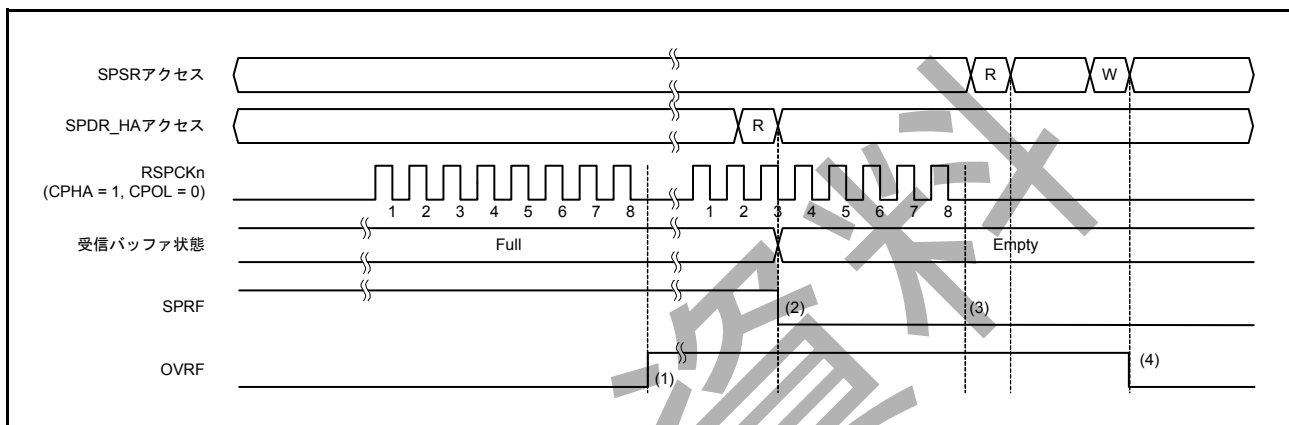

図 33.28 OVRF フラグおよび SPRF フラグの動作例
図 33.28 に、OVRF フラグと SPRF フラグの動作例を示します。図 33.28 に記載した SPSR アクセスと SPDR\_HA アクセスは、それぞれ SPSR、SPDR\_HA レジスタへのアクセス状況を示しています。“W” は書き込みサイクル、“R” は読み出しサイクルを示しています。この例では、SPCMDm.CPHA ビットが 1、SPCMDm.CPOL ビットが 0 の設定で、SPI が 8 ビットのシリアル転送を実行しています。RSPCKn 波形の下に記載した数字は、RSPCK サイクル数 (= 転送ビット数) を示しています。
以下に、図 33.28 の (1) ~ (4) に示したタイミングでのフラグの動作内容を説明します。
- (1) SPRF フラグが 1 (受信バッファフル) の状態でシリアル転送が終了すると、SPI がオーバーランエラーを検出し、OVRF フラグを 1 にします。SPI はシフトレジスタのデータを受信バッファにコピーしません。また、SPPE ビットが 1 であってもパリティエラーの検出は行いません。マスタモードの場合、SPI は SPCMDm レジスタに対するポインタの値を SPSSR.SPECM[2:0] ビットにコピーします。
- (2) SPDR\_HA レジスタを読み出すと、SPI は受信バッファのデータを出力します。その後、SPRF フラグが 0 になります。受信バッファが空になっても、OVRF フラグは 0 になりません。
- (3) OVRF フラグが 1 の状態 (オーバーランエラー) でシリアル転送が終了した場合には、SPI はシフトレジスタのデータを受信バッファにコピーしません (SPRF フラグは 1 になりません)。受信バッファフル割り込みも発生しません。また、SPPE ビットが 1 であってもパリティエラーの検出は行いません。マスタモードの場合に、SPI は SPSSR.SPECM[2:0] ビットを更新しません。オーバーランエラー発生状態で、SPI がシフトレジスタから受信バッファへ受信データをコピーしなかった場合でも、シリアル転送が終了すると SPI はシフトレジスタを空であると判定します。これにより、送信バッファからシフトレジスタへのデータ転送が可能な状態になります。
- (4) OVRF フラグが 1 の状態で SPSR レジスタを読んだ後、OVRF フラグに 0 を書くと、OVRF フラグは 0 になります。